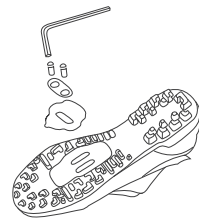

Abbildung 2. Einschrauben
3. Montiere die Pedalplattenjustierplatte so, dass die konischen Löcher für die Pedalplattenschrauben nach oben zeigen und schraube die Pedalplattenbefestigungsschrauben locker ein (Abbildung 2).